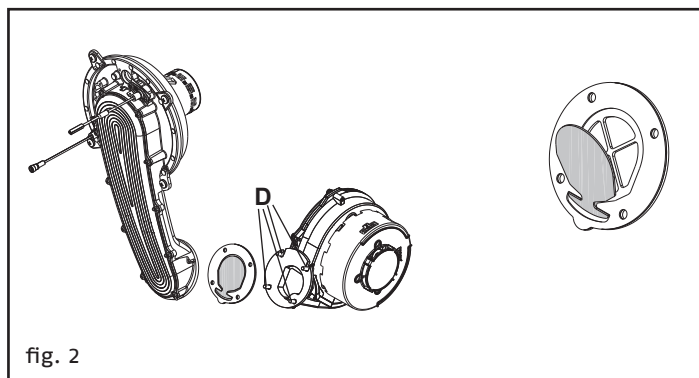

fig. 2
- Riasssemblare i componenti procedendo in senso inverso, assicurandosi che valvola clapet venga rimontata nel verso corretto (vedi fig. 2)
**In caso di rimozione del ventilatore assicurarsi che la valvola clapet venga rimontata nel verso corretto (vedi fig. 2).**